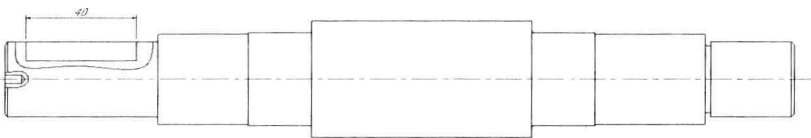

图 4-5-3
(4) 命令行提示“指定比例因子或 [复制 (C) / 参照 (R)]<1.0000>”，输入“1.6”，按 Enter 键。所选对象放大至1.6倍，如图4-5-3所示。